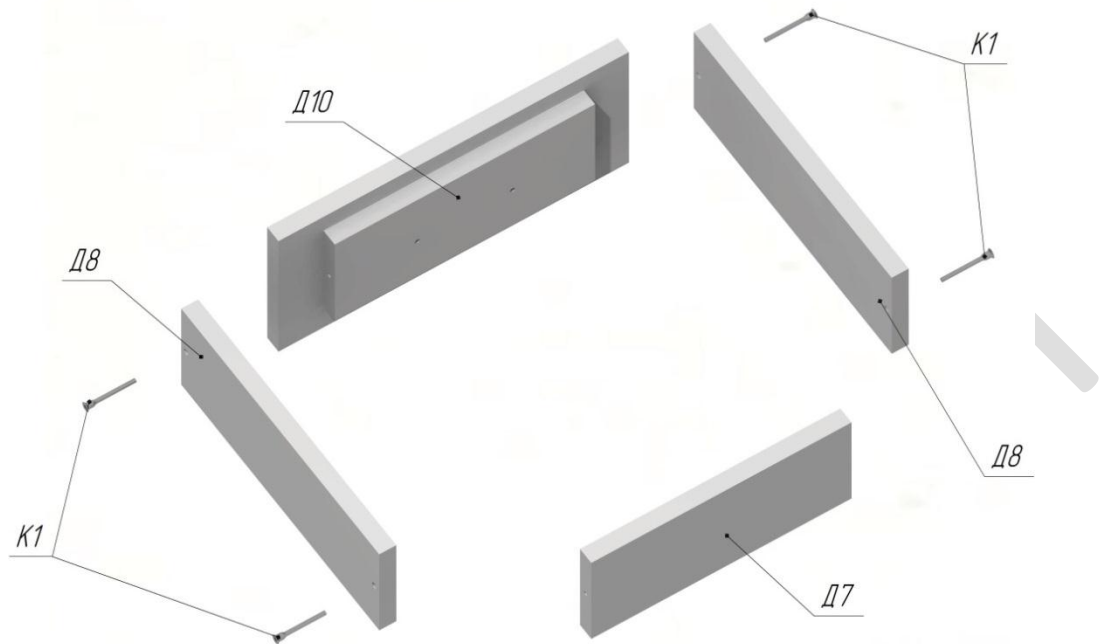

Рисунок 12
16. Соединить боковые стенки ящика Д8 (2шт.) с фасадом ящика Д10 при помощи конфирматов К1 (2шт.) См.Рис.12. КОНФИРМАТЫ НЕ ЗАТЯГИВАТЬ!
17. Вставить заднюю стенку Д7 в деревянный модуль ящика, закрепив конфирматами К1 (2шт). См.Рис.12.